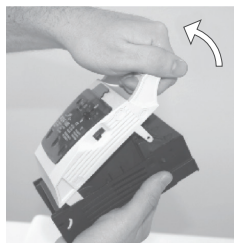

Figura 1
- Sujete el asa y abra la tapa con firmeza (Figura 1).